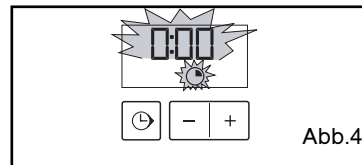

Abb.4
- blinken der Anzeiger für die Dauer der Garzeit und 0:00 (Abb.4).